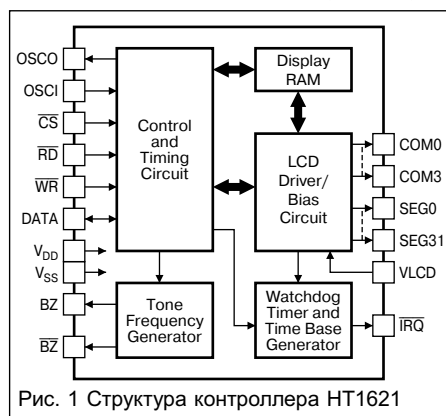

Рис. 1 Структура контроллера HT1621
- На рис. 1 показана структура контроллера ЖКИ HT1621.